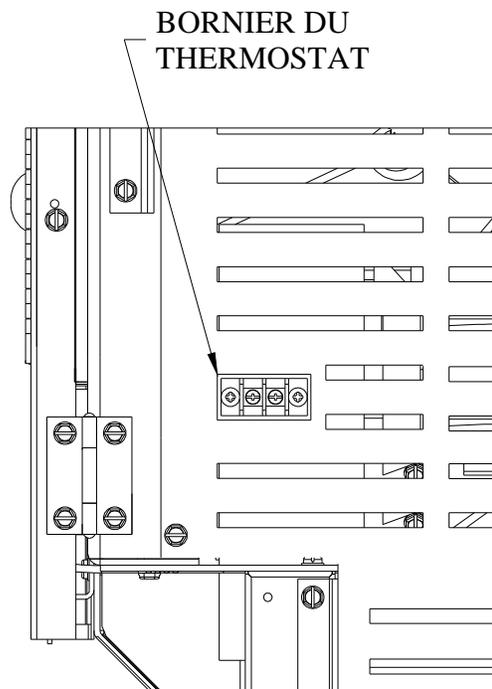

FIGURE 16
- Branchez les deux fils du thermostat au bornes situées sur le dos du poêle, vers le bas, à droite. Pour ce faire, il suffit de dévisser légèrement les deux vis et d'insérer les deux fils sur chaque borne. Resserrez les deux vis (voir figure 16).